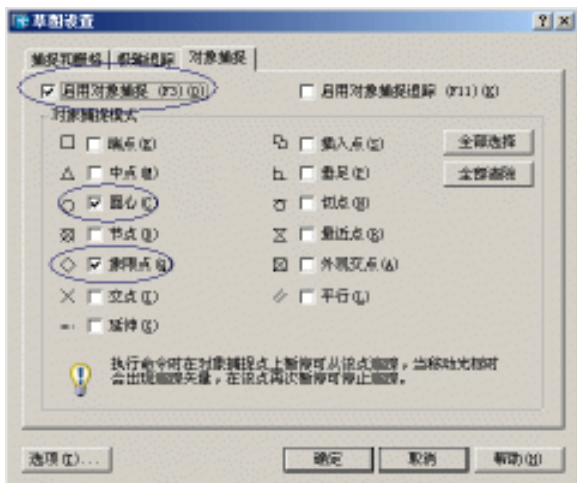

图 1-2 设置对象捕捉模式
3. 此时系统弹出【草图设置】对话框, 在此对话框中勾选【启用对象捕捉】复选项, 激活对象捕捉功能, 并设置对象的捕捉模式, 如图 1-2 所示。